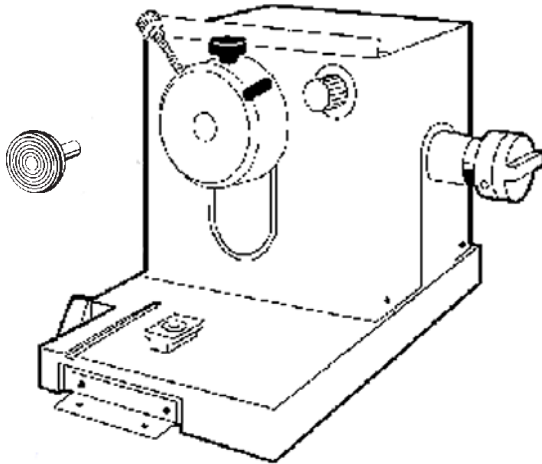

Fig. 18
- Quando a amostra estiver congelada, insira o disco de amostra no cabeçote de amostra (**Fig. 18**) e inicie o corte.